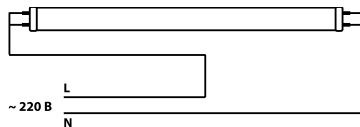

Рис. 1
**Внимание!** Светильники DPO-04S предназначены для использования со светодиодными лампами T8 сетевого напряжения 176–264 В (в комплект не входят). Необходимо использовать лампы с подключением питания с двух сторон, согласно Рис. 1.